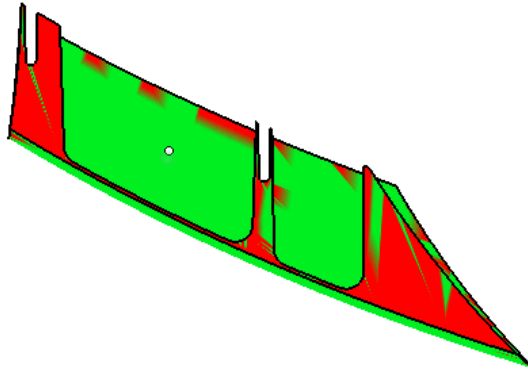

Figura 2.149 Ejemplo Edge.
- **Edge:** detección de bordes topológicos (Figura 2.149).